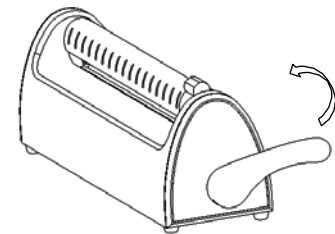

FIG 20
- Levantar a alavanca de selagem. (FIG 20)